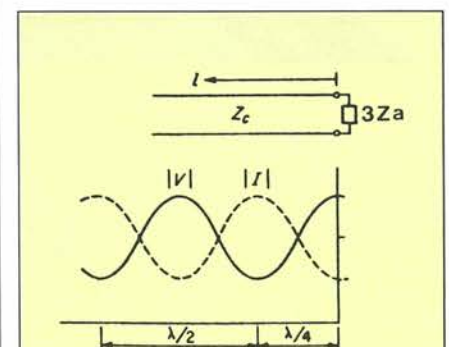

Figura 5. La tensione  $V$  e la corrente  $I$  hanno un andamento ondulatorio ed assumono gli stessi valori ogni mezza lunghezza d'onda ( $\lambda/2$ ).
b) Se invece  $Z_a = Z_o$  in questo caso abbiamo un disadattamento di linea. In questa situazione la potenza incidente generata dal trasmettitore viene riflessa indietro dall'antenna, con la conseguenza che la potenza irradiata è soltanto una parte di quella fornita dallo stadio finale. L'onda riflessa si somma lungo la discesa all'onda incidente dando luogo alla ben nota "onda stazionaria" che ha un tipico movimento ondulatorio. I massimi e i minimi di questa oscillazione sono in funzione dell'entità del disadattamento; per intenderci, maggiore sarà la differenza di valore tra  $Z_a$  e  $Z_o$  tanto grande risulterà il valore di ROS. Se proviamo a ripetere l'esperimento di misura sul rapporto  $V/I$  lungo la linea di trasmissione non troveremo più valori costanti come abbiamo rilevato nella situazione di perfetto adattamento. Ambedue le grandezze hanno ora un andamento ondulatorio periodico, assumendo quindi gli stessi valori ogni mezza lunghezza d'onda misurato lungo la linea a partire dall'antenna, come si può notare in Figura 5. Il rapporto  $V/I$  misurato ai morsetti dell'antenna è ancora pari all'impedenza  $Z_a$ , ma poiché  $V$  e  $I$  non sono più costanti lungo la linea varierà anche il loro rapporto; appare chiaro come l'impedenza che il trasmettitore "vede" cambi in funzione della lunghezza della discesa. Avevo accennato alla funzione ciclica del rapporto  $V/I$  per cui il generatore vedrà un'impedenza pari a  $Z_a$  ma poiché  $V$  e  $I$  non sono più costanti lungo la linea varierà anche il loro rapporto; appare chiaro come l'impedenza che il trasmettitore "vede" cambi in funzione della lunghezza della discesa. Avevo accennato alla funzione ciclica del rapporto  $V/I$  per cui il generatore vedrà un'impedenza pari a  $Z_a$  ma poiché  $V$  e  $I$  non sono più costanti lungo la linea varierà anche il loro rapporto; appare chiaro come l'impedenza che il trasmettitore "vede" cambi in funzione della lunghezza della discesa.